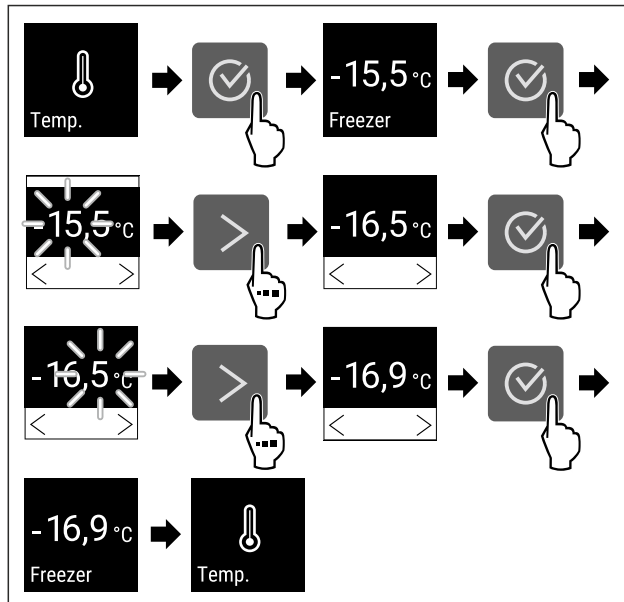

Fig. 66 Temperaturwechsel von -15,5°C auf -16,9°C
- ▶ Handlungsschritte (siehe Fig. 66) durchführen.